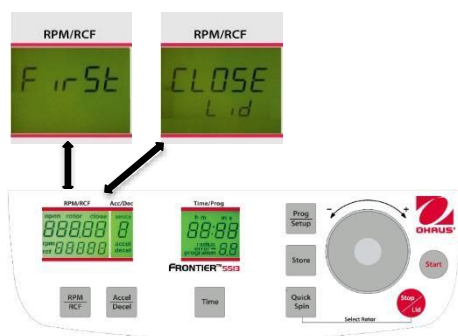

Figure. 20
Si les échantillons sont sensibles à la température, il est utile de pré-refroidir la centrifugeuse, le rotor et finalement les godets à la température requise de fonctionnement. Pour ce faire, insérer le rotor retenu et prédéfinir la température correspondante. En appuyant simultanément sur les touches **"Temp/Setup"** (13) (voir la figure 20) et **"Time"** (6), l'utilisateur démarrera une centrifugation. Pendant le fonctionnement, l'unité choisit automatiquement une vitesse de rotation équivalente à 20 % de celle autorisée du rotor inséré. Après avoir atteint la température prédéfinie, il est possible de quitter le pré-refroidissement avec la touche **"Stop"** (10). En fonction du rotor inséré, le pré-refroidissement dure environ de 10 à 20 minutes.
Pour adapter les données, appuyer sur la touche **"Store"** (2) (voir les figures 20 et 21) pendant 1 seconde environ. Si le programme est correctement mémorisé, le mot **"StoreE"** apparaît sur l'affichage **"RPM/RCF"** (A-1). Ceci aura pour effet de faire disparaître le mot **"programm"** (M10).